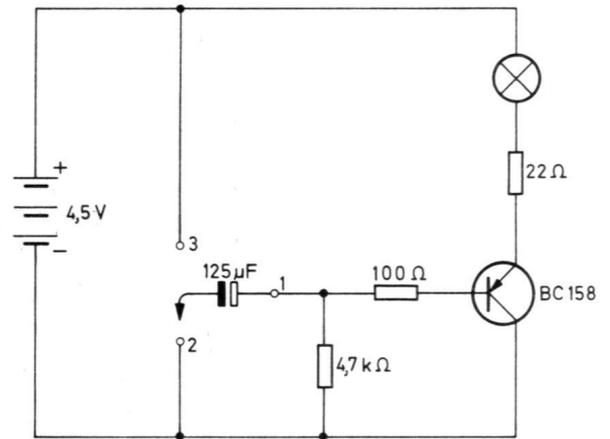

Abb. 93
Nachdem du die Anschlußdrähte von der Batterie befestigt hast, leuchtet die Lampe schwach. Führe nun den freien Draht des Elkos an die Klemme 2. Achte auf die Lampe. Halte danach den Elko an Klemme 3. Zuerst leuchtet die Lampe hell auf, danach brennt sie wieder schwächer. Beim Berühren des Plus-Pols erlischt sie für einen Augenblick und leuchtet dann wieder wie vorher. Die Erklärung ist gar nicht so schwierig: Wenn du das Schaltbild (Abb. 93) für diesen Versuch betrachtest, erkennst du bestimmt sofort, warum die Lampe dunkel leuchtet. Die Basis des blauen Transistors ist über den 100-Ω-Widerstand mit dem Minus-Pol der Batterie verbunden. Die „Schranke“ für den großen Stromkreis durch den Kollektor (C) und Emitter (E) hebt sich, und die Lampe leuchtet.